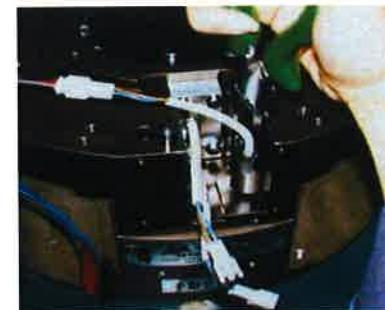

Fig. 6
- a) 先穿过收缩管, 在中间接头ASSY附带的C(夹头侧)、U(非夹头侧)标签以及安装在主体上的接近开关Fig. 6上面, 将连接接头安装到夹头侧, 在下面, 则将连接接头安装到非夹头侧。